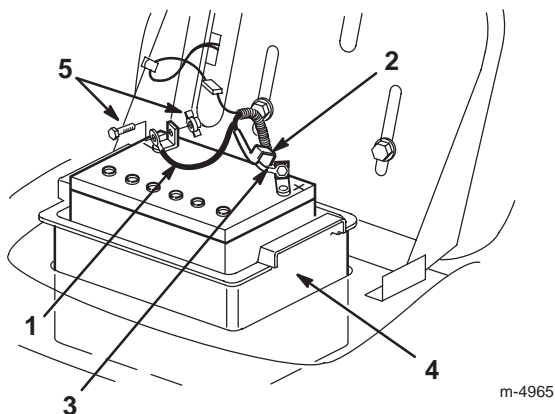

Bild 18
6. Klemmen Sie das Minuskabel (schwarz) vom Batteriepol ab (Bild 18).
1. Bauen Sie den Batteriekasten und die Batterie in das Chassis ein (Bild 18).
2. Schließen Sie das Pluskabel (rot) mit der Schraube und der Flügelmutter am (+) Pluspol an (Bild 18).
4. Schließen Sie das (schwarze) Minuskabel mit der Schraube und der Flügelmutter am (-) Minuspol an (Bild 18).
7. Schieben Sie die Gummiabdeckung am Pluskabel (rot) nach oben. Klemmen Sie das (rote) Pluskabel vom Batteriepol ab (Bild 18).
8. Entfernen Sie den Batteriekasten und die Batterie aus dem Chassis (Bild 18).